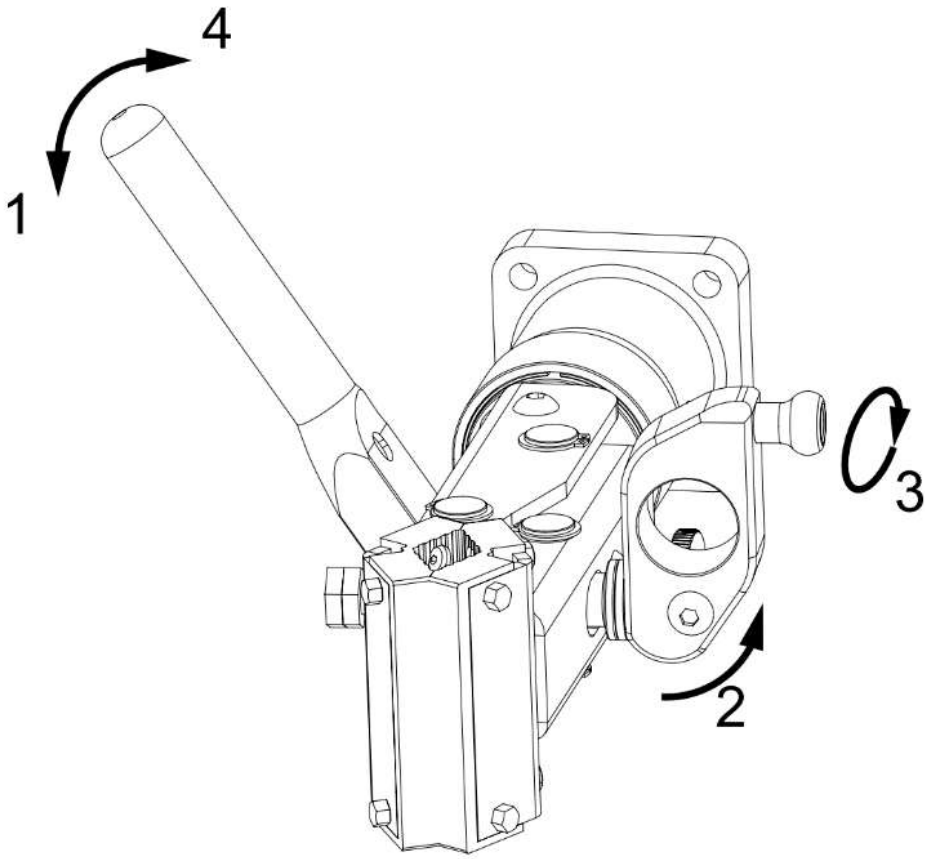

Figura 11: Funcionamiento de la abrazadera
- ◆ Suelte la manivela de rotación (**figura 11**, número 1) para que la abrazadera pueda ajustar su posición al ángulo del sillín/tubo del cuadro de la bicicleta.
- ◆ Cierre la abrazadera girando la manivela 180° (2) y apriétela girando la manivela en el sentido de las agujas del reloj (3).
- ◆ Cierre la manivela de rotación (4). Debe quedar lo suficientemente apretada como para que la bicicleta no gire por su propio peso, pero lo suficientemente suelta como para poder abrirla y cerrarla fácilmente con una sola mano. Apretarla en exceso puede dañar el mecanismo.